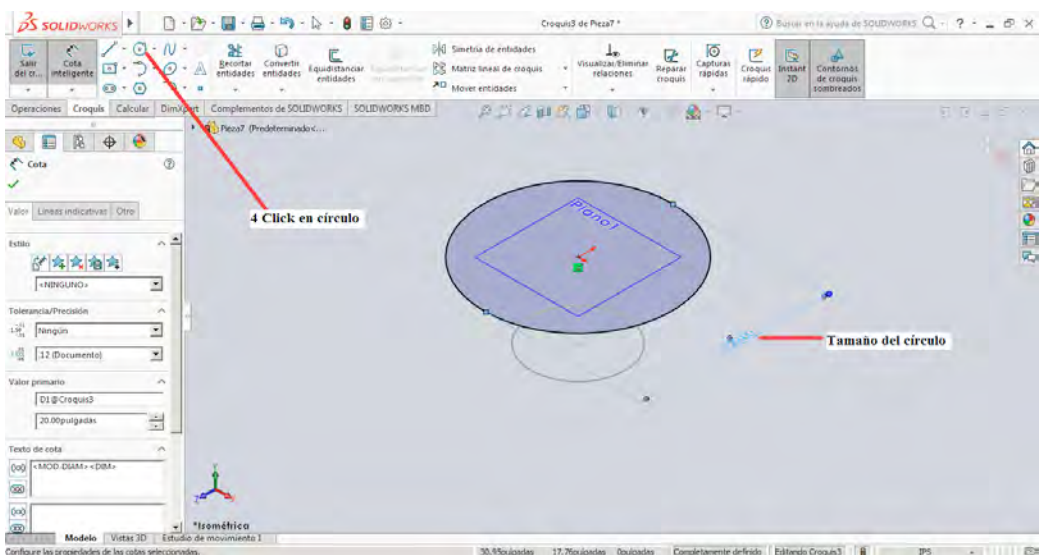

Figura 3-21
4. Con el plano definido se procede a construir un croquis sobre el utilizando la herramienta **Círculo**, este nuevo croquis debe tener como referencia el origen del plano con el fin de que sea coincidente con el círculo del plano inferior, en la figura 3-21 se muestra gráficamente la realización del proceso, el círculo que se dibuja en el nuevo plano es de el doble de radio del relacionado en el plano inferior.